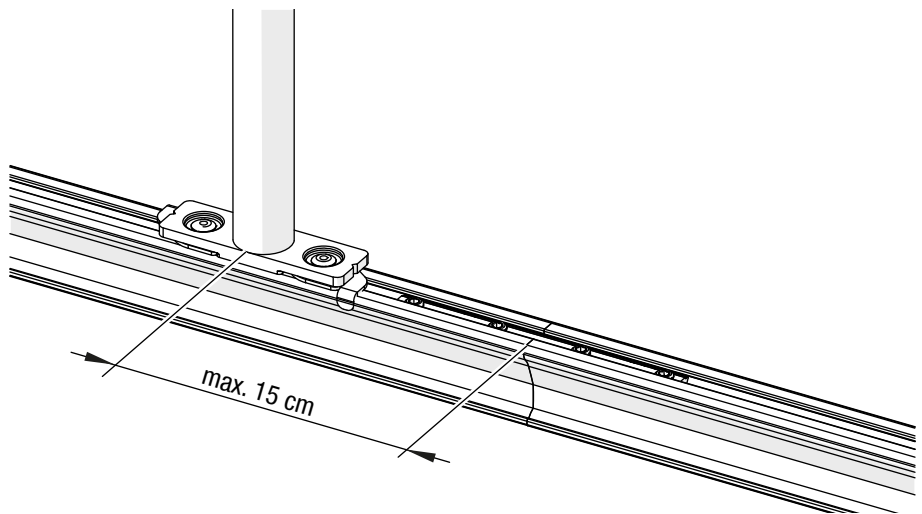

Abb. 23: Deckenmontage OFFICE-Abhängung – Abhängeabstand zum Stoß
- ➔ Befestigen Sie einen Abhängepunkt auf einer Seite mit maximal 15 cm Abstand von der Mitte der Abhängung bis zum Stoß (siehe Abb. 23).